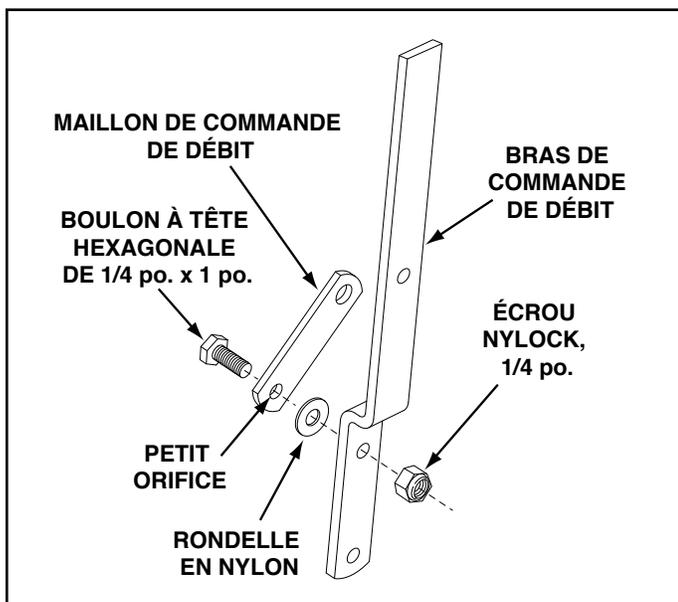

FIGURE 6
14. Monter le maillon de commande de débit (extrémité avec petit trou) au bras de commande de débit avec un boulon à tête hexadécimale de 1/4 po. x 1 po., une rondelle en nylon et un écrou nylock de 1/4 po. comme le montre la figure 6. **Serrer soigneusement.** Le maillon de commande de débit ne doit pas être lâche, mais doit pivoter sans présenter plus qu'une légère résistance.